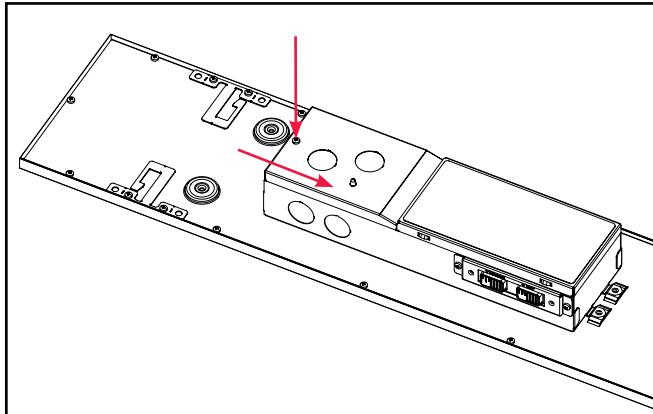

Figura 6.
8. Coloque todos los cables y tuercas para cables en la caja de derivación de la luminaria, vuelva a colocar la placa de acceso eléctrico y apriete el tornillo (Figura 6).